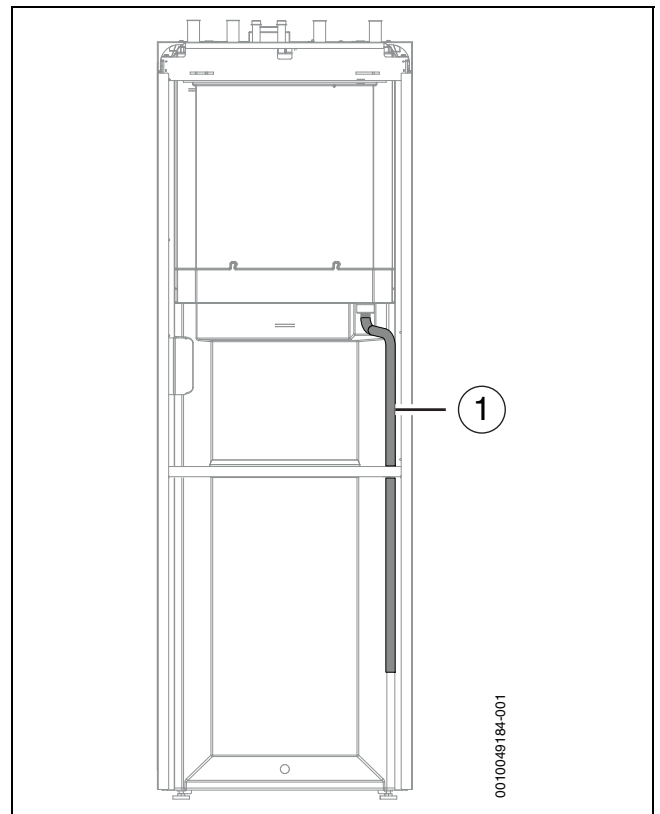

Fig. 28 Face arrière de l'unité intérieure
1. S'il n'est pas préinstallé, installez le tuyau de vidange conformément à la → Fig. 28.